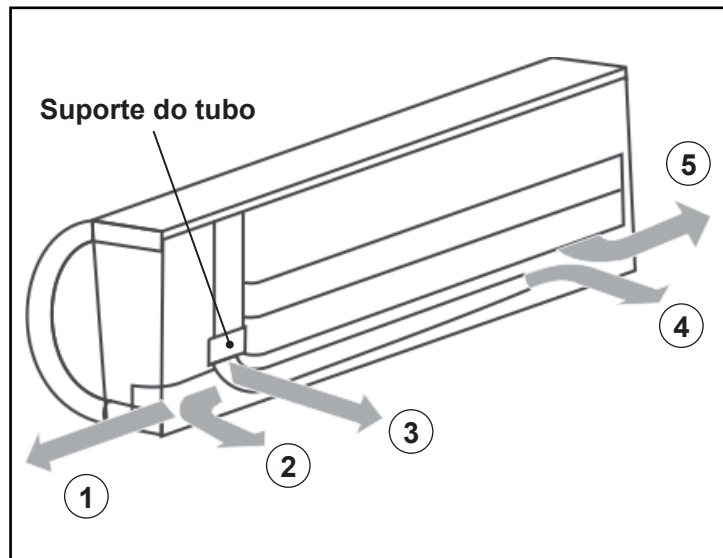

FIGURA 15 - TUBULAÇÕES
- A tubulação pode ser conectada em qualquer uma das direções indicadas na figura 15: